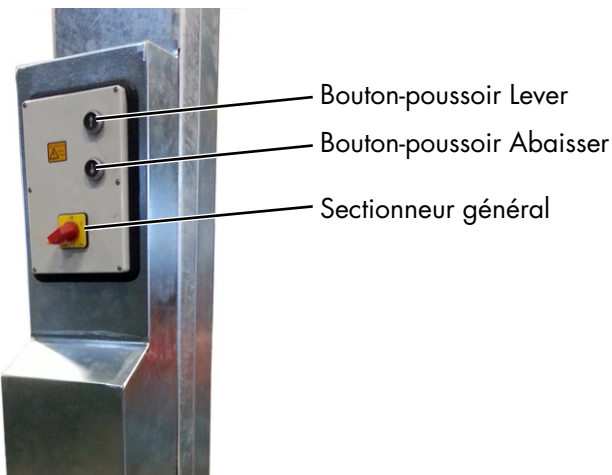

Figure 4: Groupe hydraulique avec élément de commande
- Lever le véhicule jusqu'à ce que les roues soient libres. Appuyer sur le bouton « Lever » (voir figure 4).